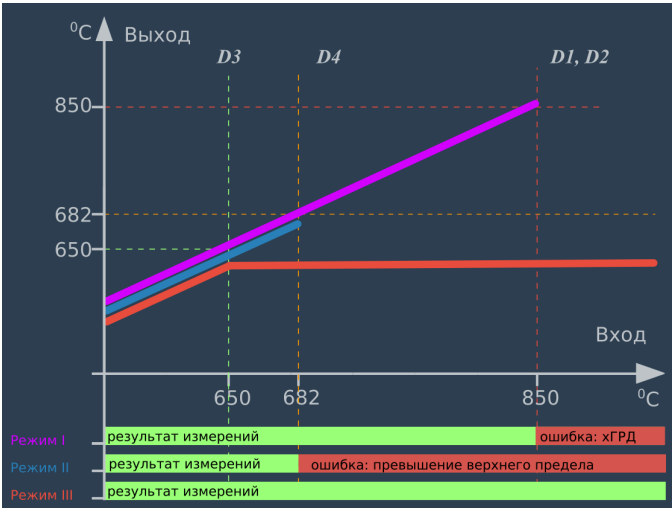

Рисунок 5.7 – режимы обработки выхода за границы назначенного диапазона измерений, немасштабируемые сигналы.
- ▶ для немасштабируемых сигналов – рисунок 5.7.